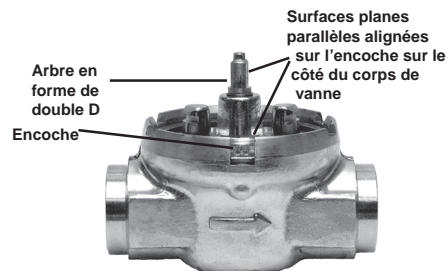

Fig. 4 - Position de l'arbre.
1. Aligner les surfaces planes parallèles de l'arbre du corps de vanne en forme de double D et l'encoche sur le côté du corps de vanne (90° par rapport au sens de l'écoulement de l'eau.) Voir la Fig. 4. Le raccordement de l'actionneur est ainsi plus facile.
Tout le câblage doit être conforme aux codes d'électricité et aux règlements locaux. Se reporter aux figures 4 à 7 pour les schémas de raccordement.